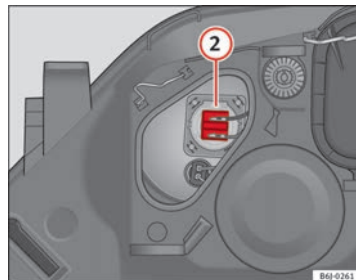

Fig. 152 Luz de carretera
- Extraiga el conector ⇒ fig. 152 ② tirando hacia afuera.